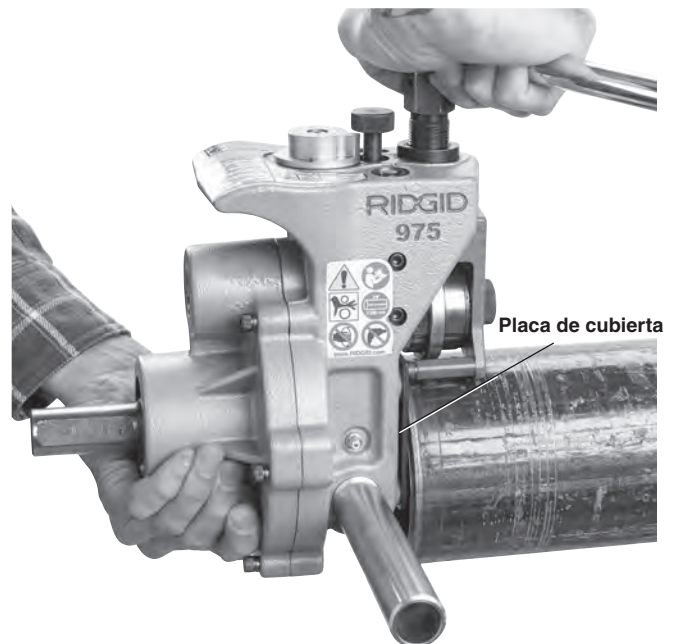

Figura 14 – La ranuradora a rodillos se sujeta contra el tubo a medida que se aprieta el tornillo de alimentación
3. Agarre bien la ranuradora a rodillos. No use el trinquete para levantarla. Coloque el eje de mando dentro del tubo y asegure que la placa de cubierta está bien adosada al extremo del tubo (*Figura 14*). Apriete el tornillo de alimentación para que el rodillo ranurador tope contra el tubo. Siga los pasos 3 y 4 de la sección *Selección y ajuste del diámetro en la ranura*. Cuando el calibre de profundidad esté en la posición de ranurado, use el trinquete para apretar el tornillo de alimentación en un cuarto de vuelta (1/4) adicional. El rodillo ranurador debe estar bien enclavado en el tubo y la placa de cubierta al ras con el extremo del tubo. En caso contrario, vuelva a realizar el procedimiento. Siempre asegure que la ranuradora esté bien sujeta sobre el tubo, para que no se caiga.